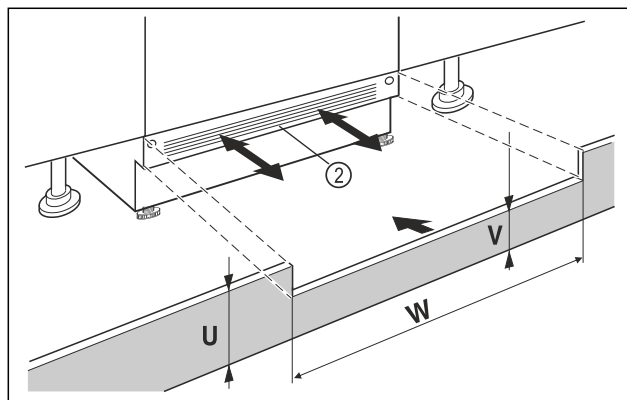

Fig. 14 Simbolična slika
- ▶ Nataknite okrasno letev naprave Fig. 14 (2), vendar je še ne fiksirajte.
- ▶ Če je okrasna letev Fig. 14 (2) vidna, jo potegnite gor tako daleč, da sta sprednji rob prezračevalne rešetke in okrasna letev pohištva poravnana.
- ▶ Če je okrasna letev Fig. 14 (2) zakrita, jo potisnite do konca nazaj.
- ▶ Pazite, da so prezračevalne reže popolnoma proste: Po potrebi prilagodite višino okrasne letve Fig. 14 (U) pohištva!
- ▶ Prilagodite višino stojine Fig. 14 (V) vzdolž širine niše Fig. 14 (W) pod okrasno letvijo Fig. 14 (2) pohištva.